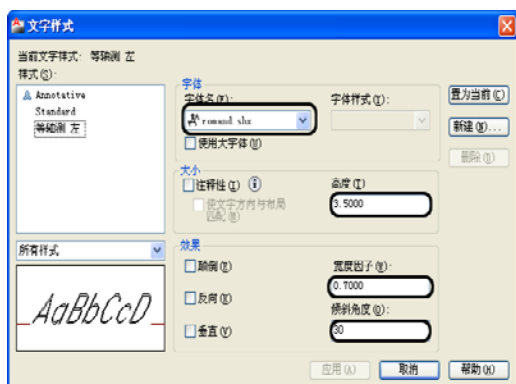

图 14.108 设置文字样式
(1) 执行【格式】/【文字样式】命令, 单击【新建】按钮, 选择新建文字样式名为【等轴测 左】, 选择字体为“ROMAND.SHX”, 字体高度为 3.5, 宽度因子为 0.7, 倾斜角度为 30, 设置结果如图 14.108 所示。